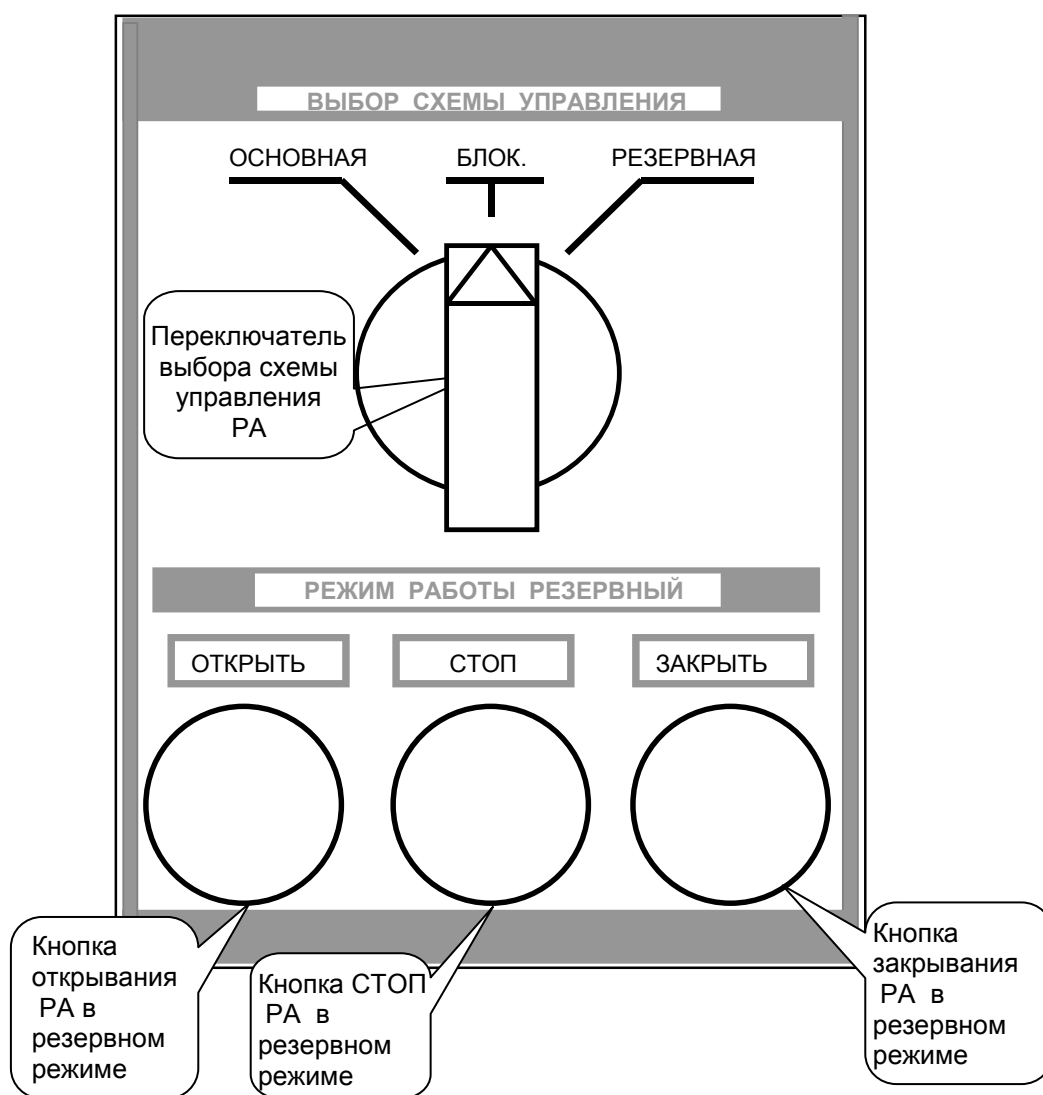

Рисунок 2-5. Панель управления РА
- панель управления РА рисунок 2-5;